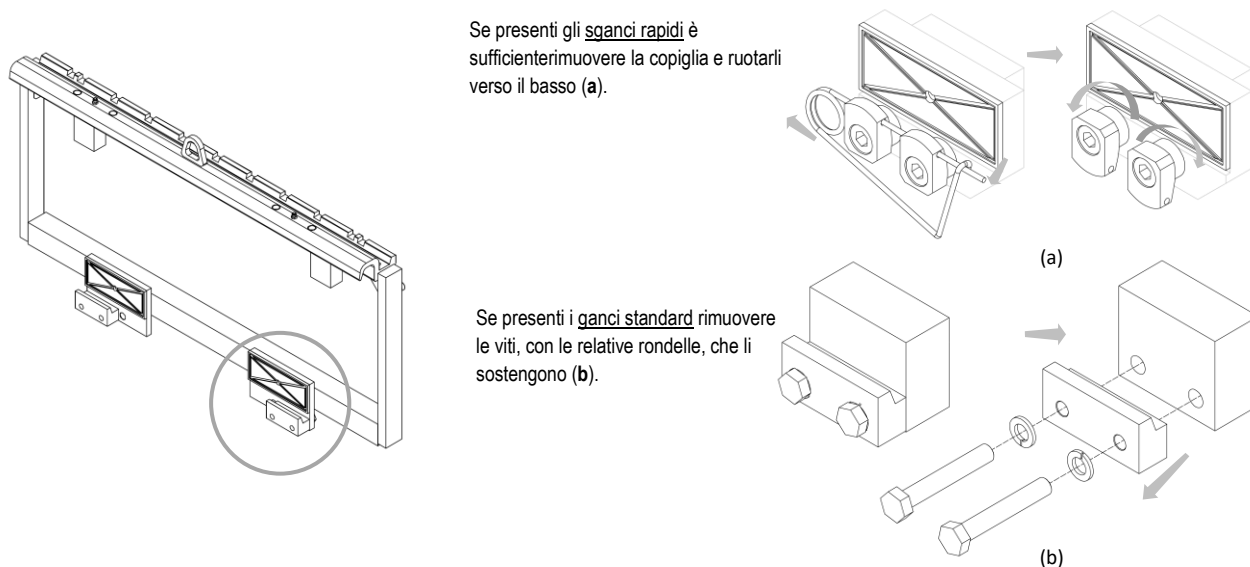

Figura 4
5. Rimuovere i ganci inferiori dall'attrezzatura e ingrassare i lardoni (vedi *Figura 4*).